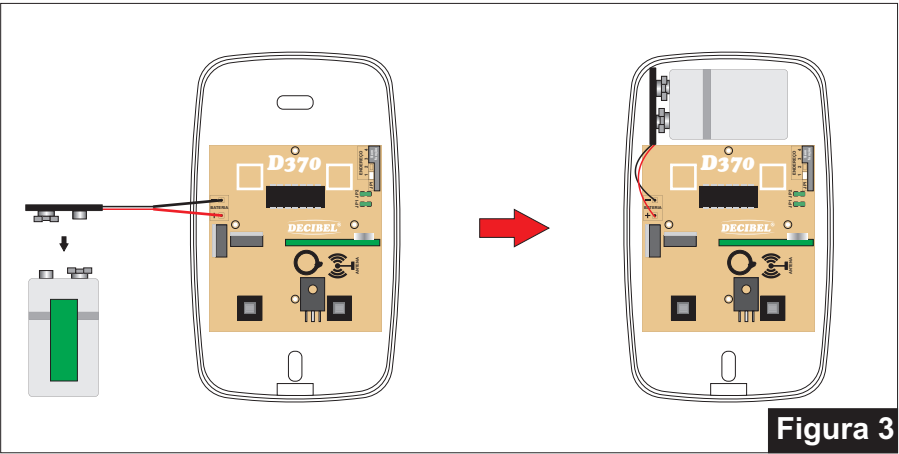

Figura 3
- Plug o conector do cabo da bateria na bateria 9 V (Figura 3);